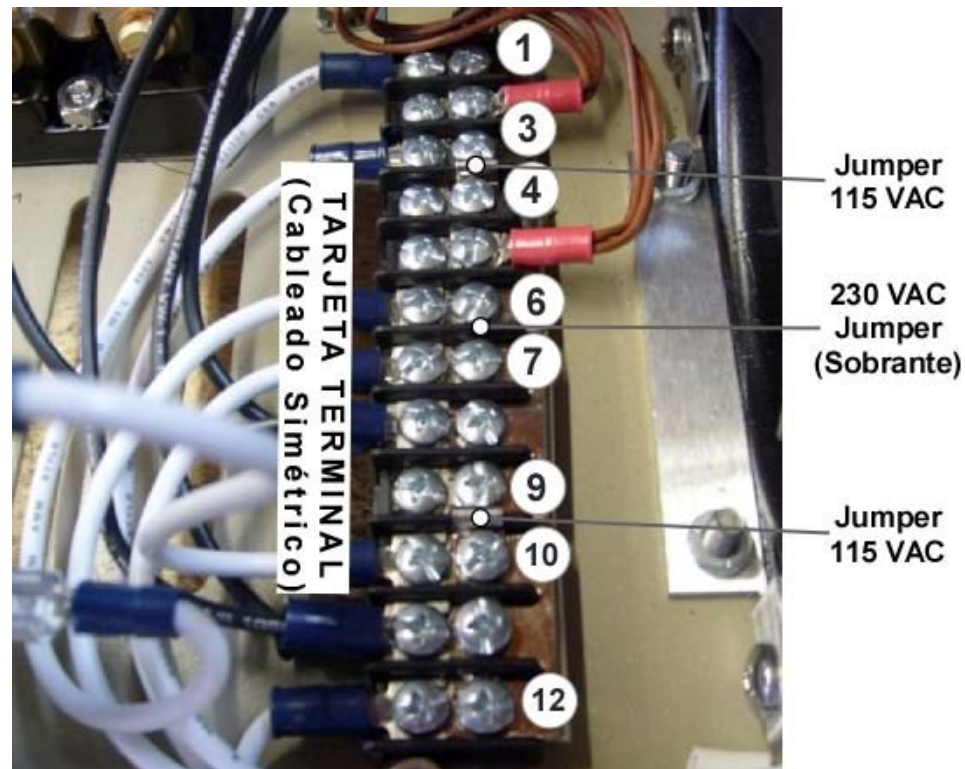

FIGURA 3. Configuración de los jumpers de la Tarjeta Terminal para operar a 115/230 VAC.
Localice la Tarjeta Terminal de 12 posiciones (FIGURA 3) sobre la base superior, entre el filtro EMI y el arreglo de los ventiladores. Las terminales están enumeradas de 1-12, comenzando con el uno (1) en el borde externo de la unidad. El cableado es simétrico, por lo que no interesa que terminación de la Tarjeta Terminal es denominado número 1.
Para la operación a 115 VAC, conecte un jumper (puente de unión) sobre la Tarjeta Terminal entre la terminal 3 y 4, y otro entre la 9 y 10. Retire el jumper que se encuentra entre la terminal 6 y 7. Observe la **FIGURA 3**.